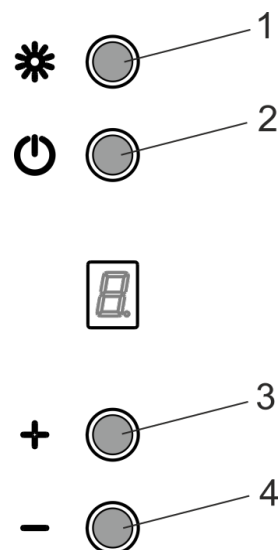

Fig.5
7.3 Le boîtier a un commutateur de mode électronique et l'inclusion de lampes d'éclairage (fig. 5).